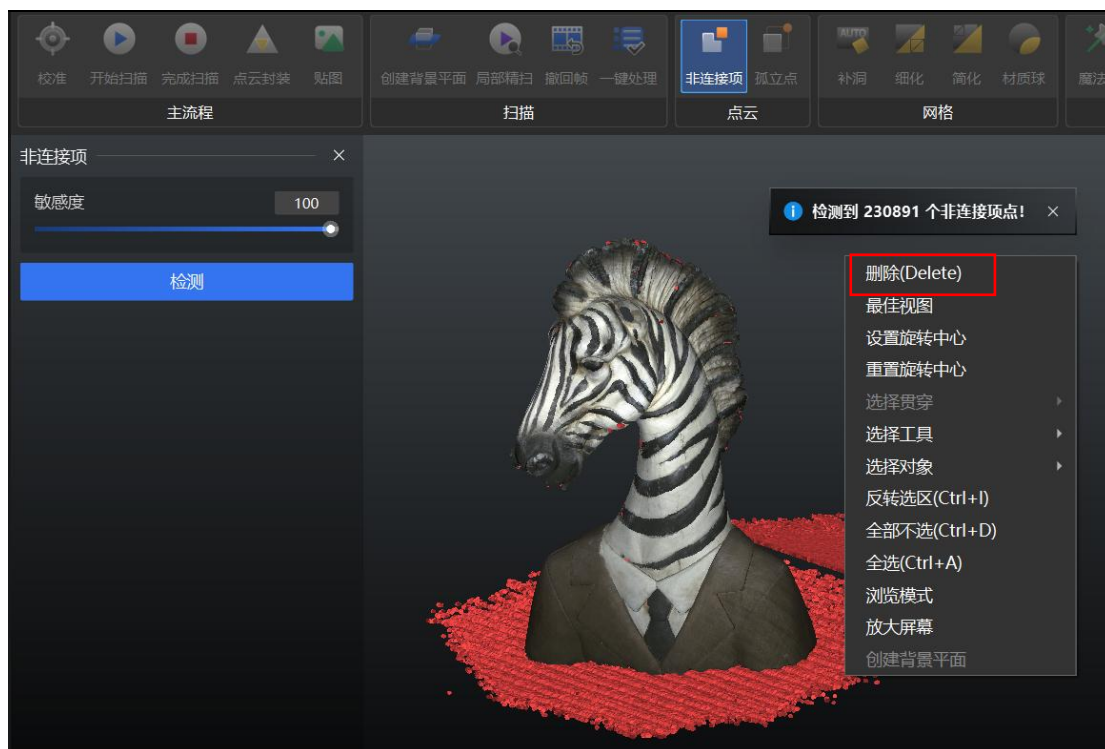

图 8-4 3DeVOK Studio 软件点云界面
4、数据处理完毕后，流程中将跳至点云界面，生成点云模型。点击软件上方  非连接项按钮，并点击“检测”按钮，软件可根据敏感度参数，自动选中不与扫描主体相连的数据，并用红色显示，如图 8-4 所示；敏感度越高，选中的非连接项数据越多。点击右键选择“删除”，或点击键盘上 delete 键，可直接删除红色数据。